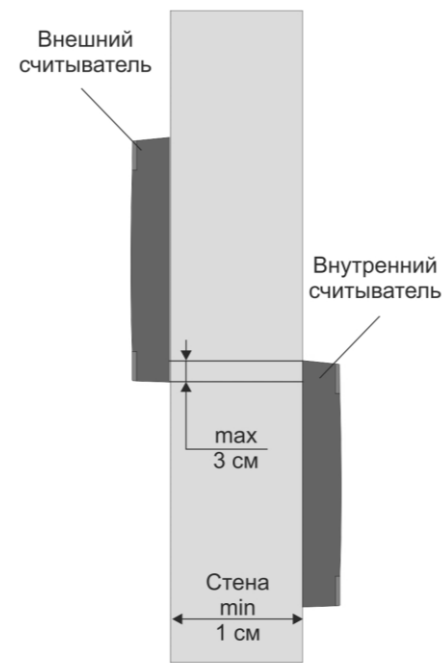

Рисунок 4. Крепление считывателей с разнесением по вертикали
- Если толщина стены менее 10 см (например, стеклянная панель), то считыватели необходимо разнести по вертикали (рис. 4). Максимальное наложение одного считывателя на другой по вертикали – 3 см (антенны не должны пересекаться).